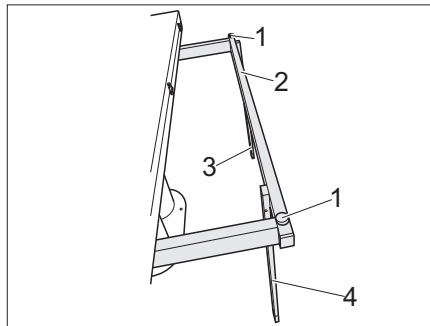

Fig. 109 Placer les supports à la verticale
- Sortir l'infrastructure de la table (Fig. 109,2).
- Placer les supports (Fig. 109,3 et 4) à la verticale.
- Régler la hauteur souhaitée du plateau de la table à l'aide des deux vis de réglage (Fig. 109,1).